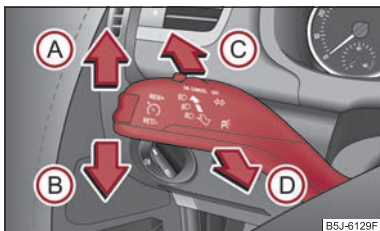

Abb. 38 Der Blinklicht- und Fernlichthebel
- Drücken Sie den Hebel nach oben (A) bzw. nach unten (B) ⇒ Abb. 38.